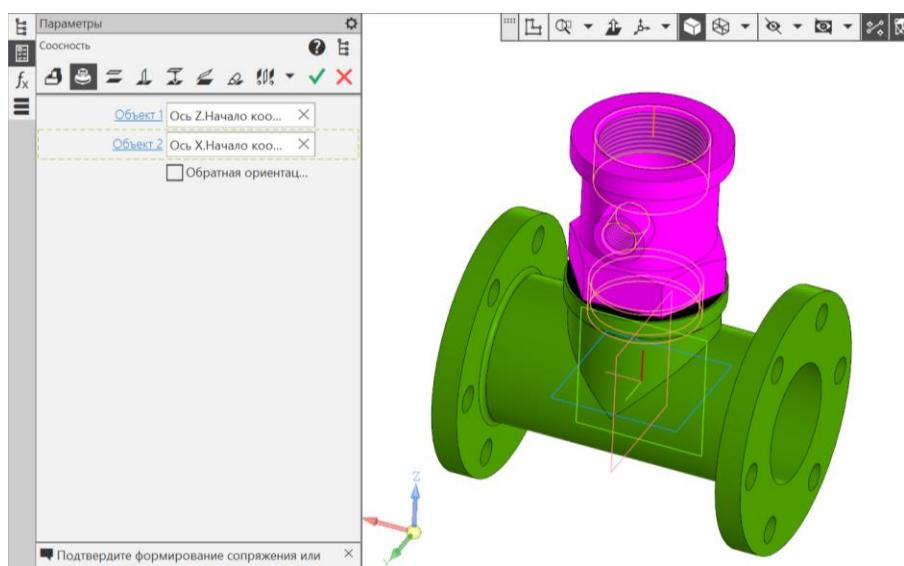

Рис. 16 Сопряжение «Соосность»
- Сборка – Размещение компонентов Сопряжения – Соосность** (рис.16): Объект 1 (Корпус) – Ось z. Начало координат. Объект 2 (Стакан) – Ось x. Начало координат.